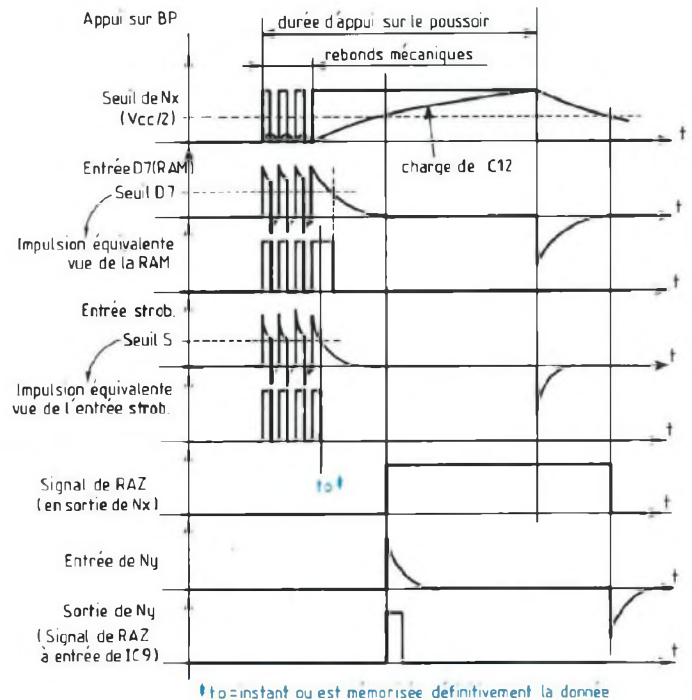

Fig. 25 : Chronogramme de fonctionnement du circuit de fin de séquence.
- une impulsion de «RAZ» sur le compteur de texte (R24, R30, C14), pour permettre le défilement de la séquence dès qu'on bascule I₁ (interrupteur de lecture/écriture). Une période de retard τ (R27, C12) empêche l'initialisation tant que les signaux précédents sont actifs (D7, Strobe). Les chronogrammes de la figure 25